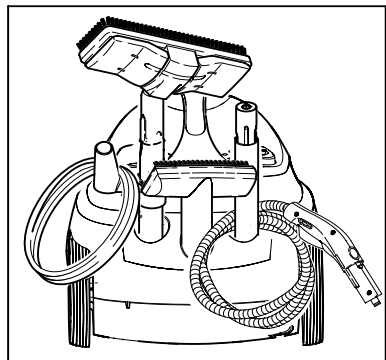

Figura 8
- Introduceți duza manuală (E1) în suportul mijlociu pentru accesorii (vezi figura 8).